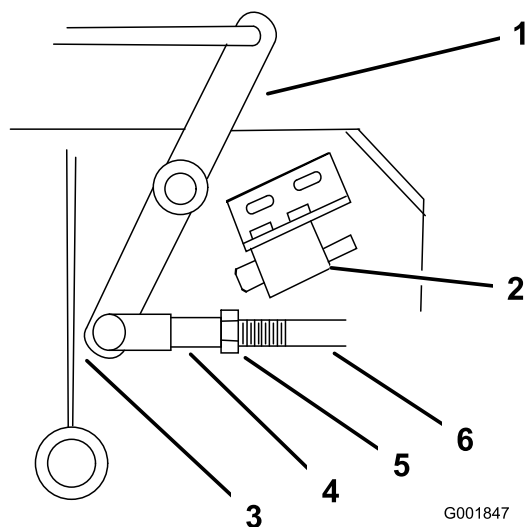

Figure 47
4. Ajustez la longueur de la timonerie de sorte que l'extrémité la plus basse du levier coudé passe juste le gousset de support d'essieu (Figure 47).
9. Desserrez l'écrou contre la chape (Figure 47).